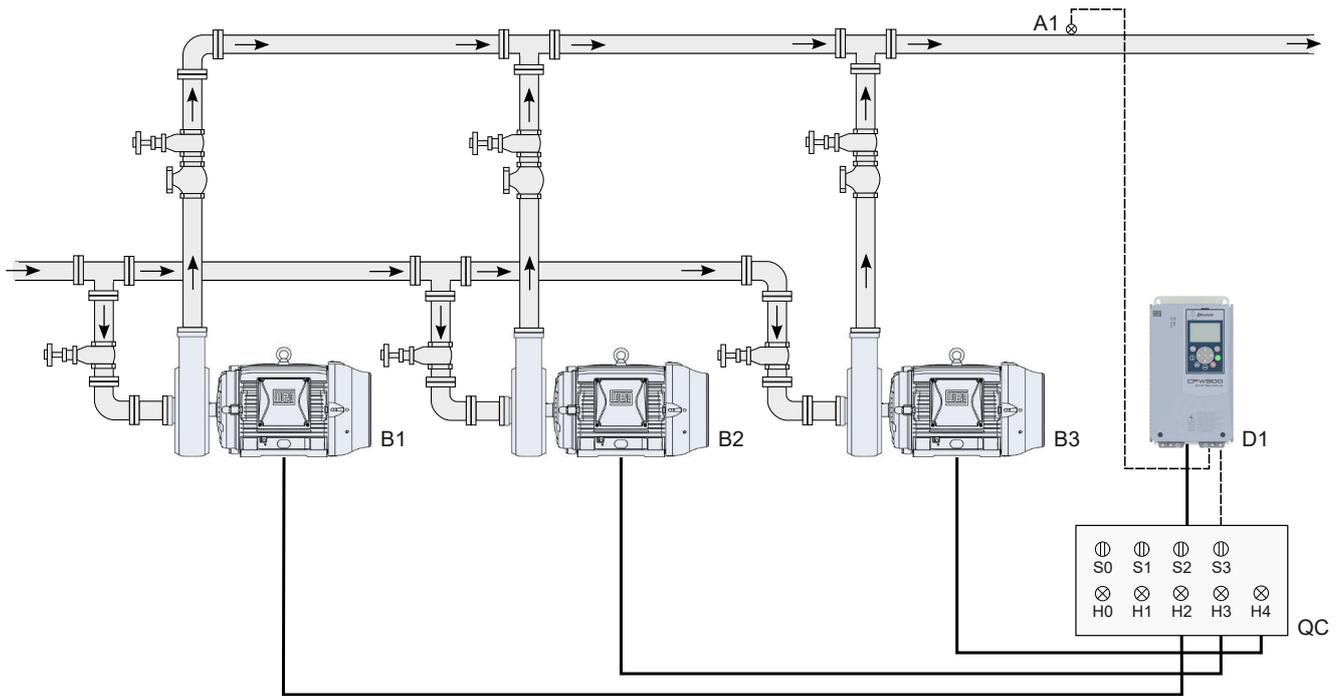
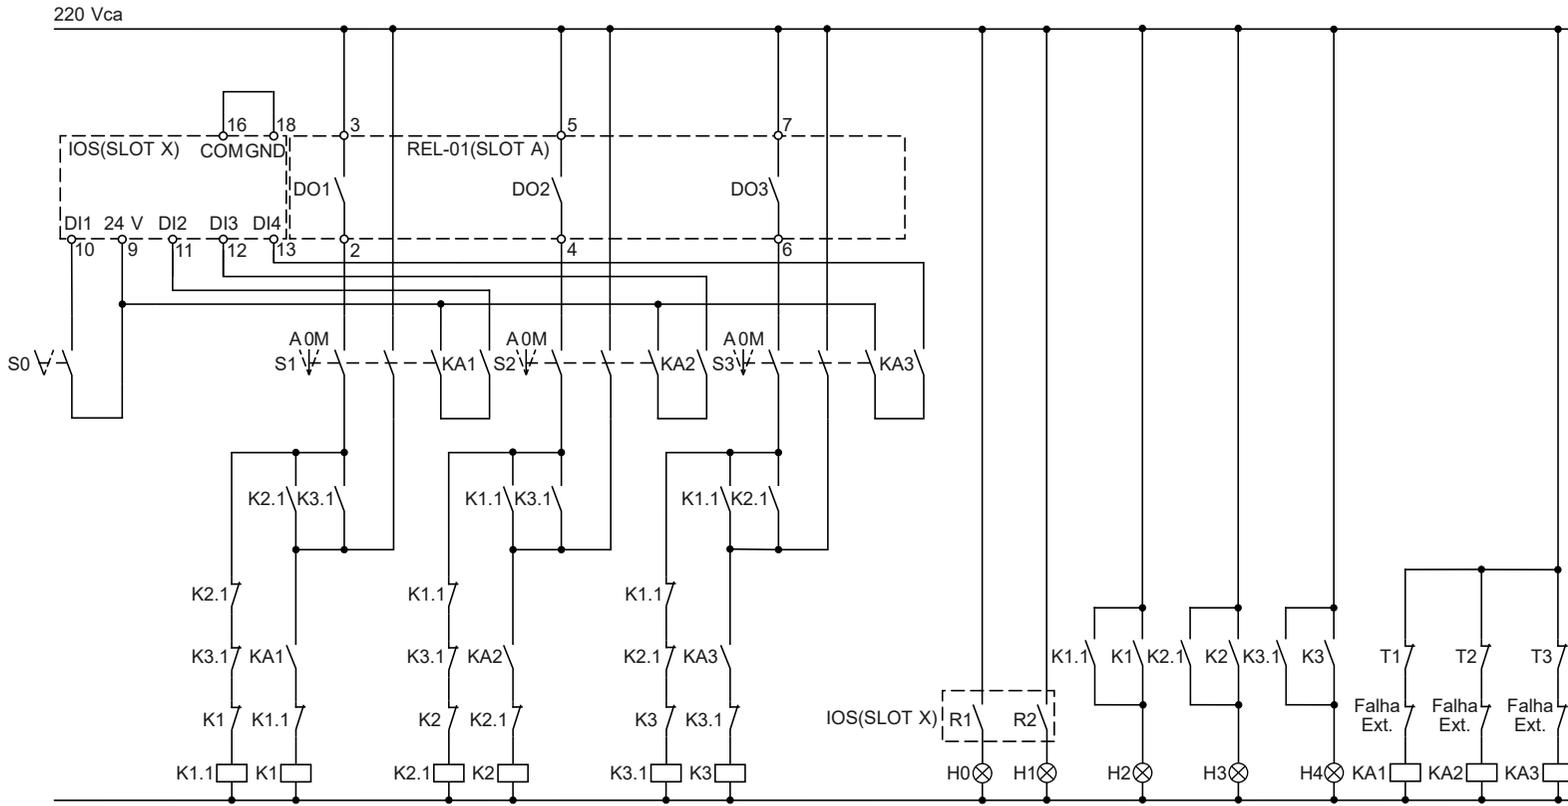

Figura 3.15: Aplicação Pump Genius Multipump com controle móvel e setpoint do controle via HMI
Figura 3.18: Diagrama funcional para a aplicação Pump Genius Multipump com controle móvel e três bombas em paralelo
Caracteriza-se pelo fato do sistema ser composto pela associação de duas a oito bombas em paralelo e o inversor de frequência CFW900 poder ser conectado (através do contator na saída do inversor comandado por uma saída digital) e controlar a velocidade de qualquer uma das bombas, mas sempre a primeira bomba que será ligada. Com o controle do bombeamento habilitado e todas as bombas desligadas, a primeira bomba a ser acionada é conectada ao inversor através do comando de uma saída digital e as outras bombas serão conectadas diretamente à rede de alimentação através do comando das outras saídas digitais acionadas posteriormente. Após parar o sistema, dependendo da configuração, disponibilidade e/ou tempo de operação, outra bomba pode ser acionada pelo inversor; com isso, obtém-se um uso por igual de todas as bombas do sistema. O intertravamento que evita que duas ou mais bombas sejam conectadas ao inversor é feito de maneira elétrica conforme Figura 3.18 na página 3-22.
A Figura 3.15 na página 3-18 apresenta um acionamento típico com três bombas em paralelo e setpoint do controle via HMI, sendo basicamente composto por:
As sinalizações H0, H1, H2, H3 e H4 não são necessárias para o funcionamento do Pump Genius Multipump com controle móvel, pois elas são utilizadas para indicar a condição de funcionamento das bombas no quadro de comando (QC). Na Figura 3.15 na página 3-18, as sinalizações H1, H2 e H3 vêm de contatos auxiliares dos contadores K1, K1.1, K2, K2.1, K3 e K3.1 que acionam as bombas 1, 2 e 3 conforme mostrado na Figura 3.18 na página 3-22.
A Figura 3.18 na página 3-22 apresenta o diagrama funcional de um sistema de bombeamento com três bombas em paralelo com controle móvel.